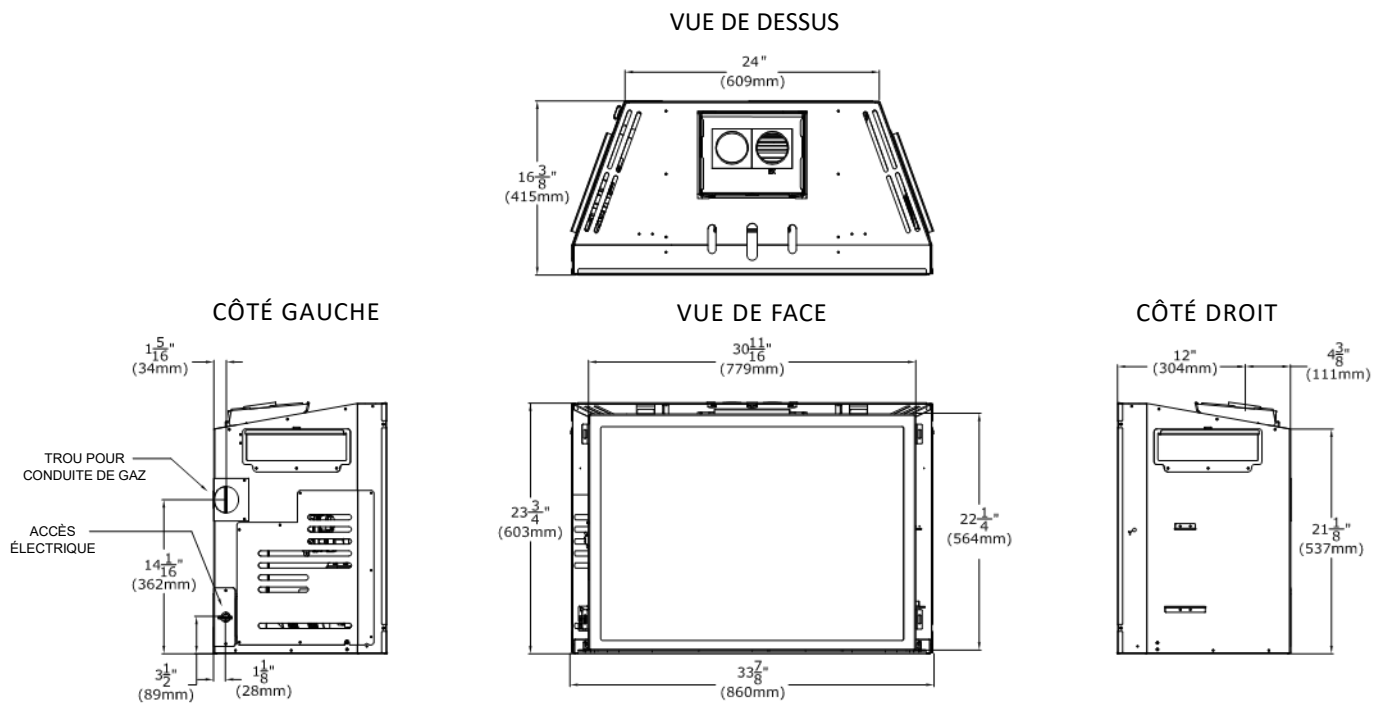

Figure 2.1 - Dimensions de l'appareil
- La conduite de gaz à installer doit pouvoir se rendre jusqu'à l'encastrable. Voir la Figure 2.1 (Dimensions de l'appareil). Le trou d'accès pour la conduite de gaz est situé du côté gauche de l'encastrable.